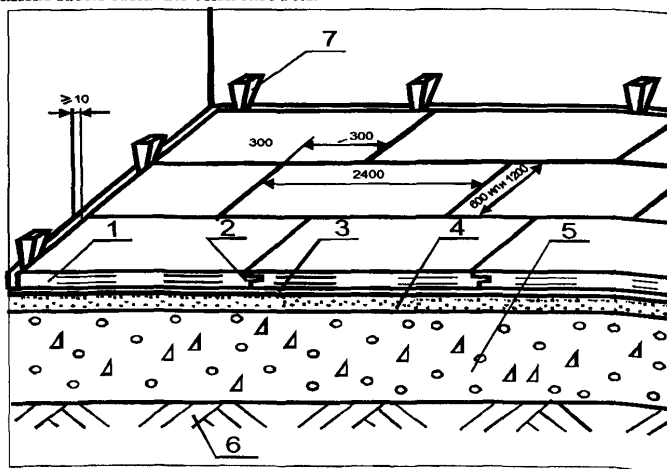

Рис.2 Схема укладки древесностружечных плит в плавающей сборной стяжке
**5.39** Древесностружечные плиты склеиваются водно-дисперсионными клеями для паркета марок Uzin MK-80 или Uzin MK-80 Okoline. Возможно также применение дисперсии ПВА (ТУ 2241-027-00203521-96) или мастик строительных полимерных клеящих латексных (ГОСТ 30307-95). Необходимое для склеивания сжатие обеспечивается путём вбивания клиньев в зазоры у стен (рис. 2). После высыхания клея клинья снимаются.